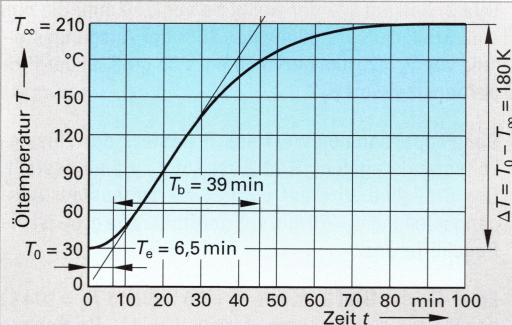

Bild 2: Ermittlung der Kenngrößen
4. In Bild 2 werden die Zeitverläufe des Luftdrucks (Überdruck) in zwei verschiedenen Leitungssystemen dargestellt. Zum Zeitpunkt $t = 0$ wird ein Kompressor zugeschaltet ($\Delta y = 1$). a) Ermitteln Sie p_0 und p_∞ . b) Berechnen Sie Δp und K_p . c) Bestimmen Sie grafisch T_e und T_b . d) Welche Änderungen müssen im Diagramm vorgenommen werden, um den Druck $p_1(t)$ absolut darzustellen?